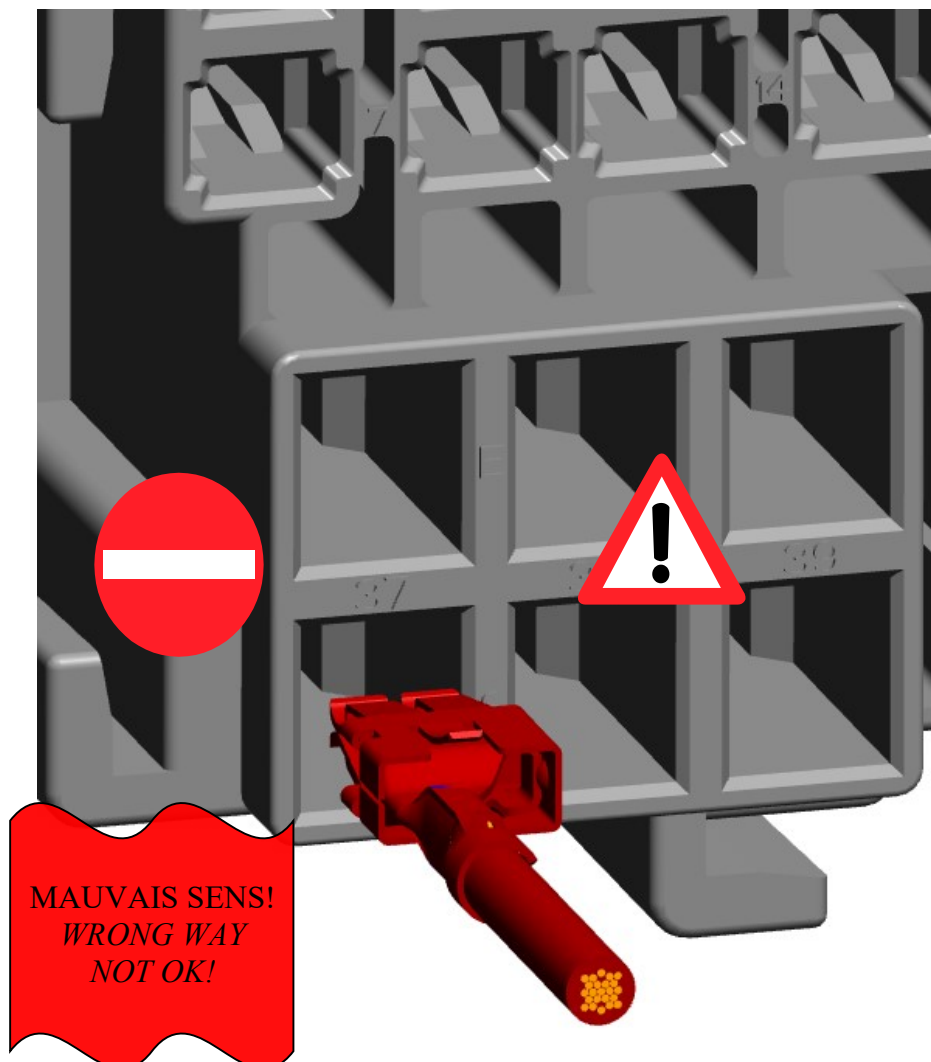
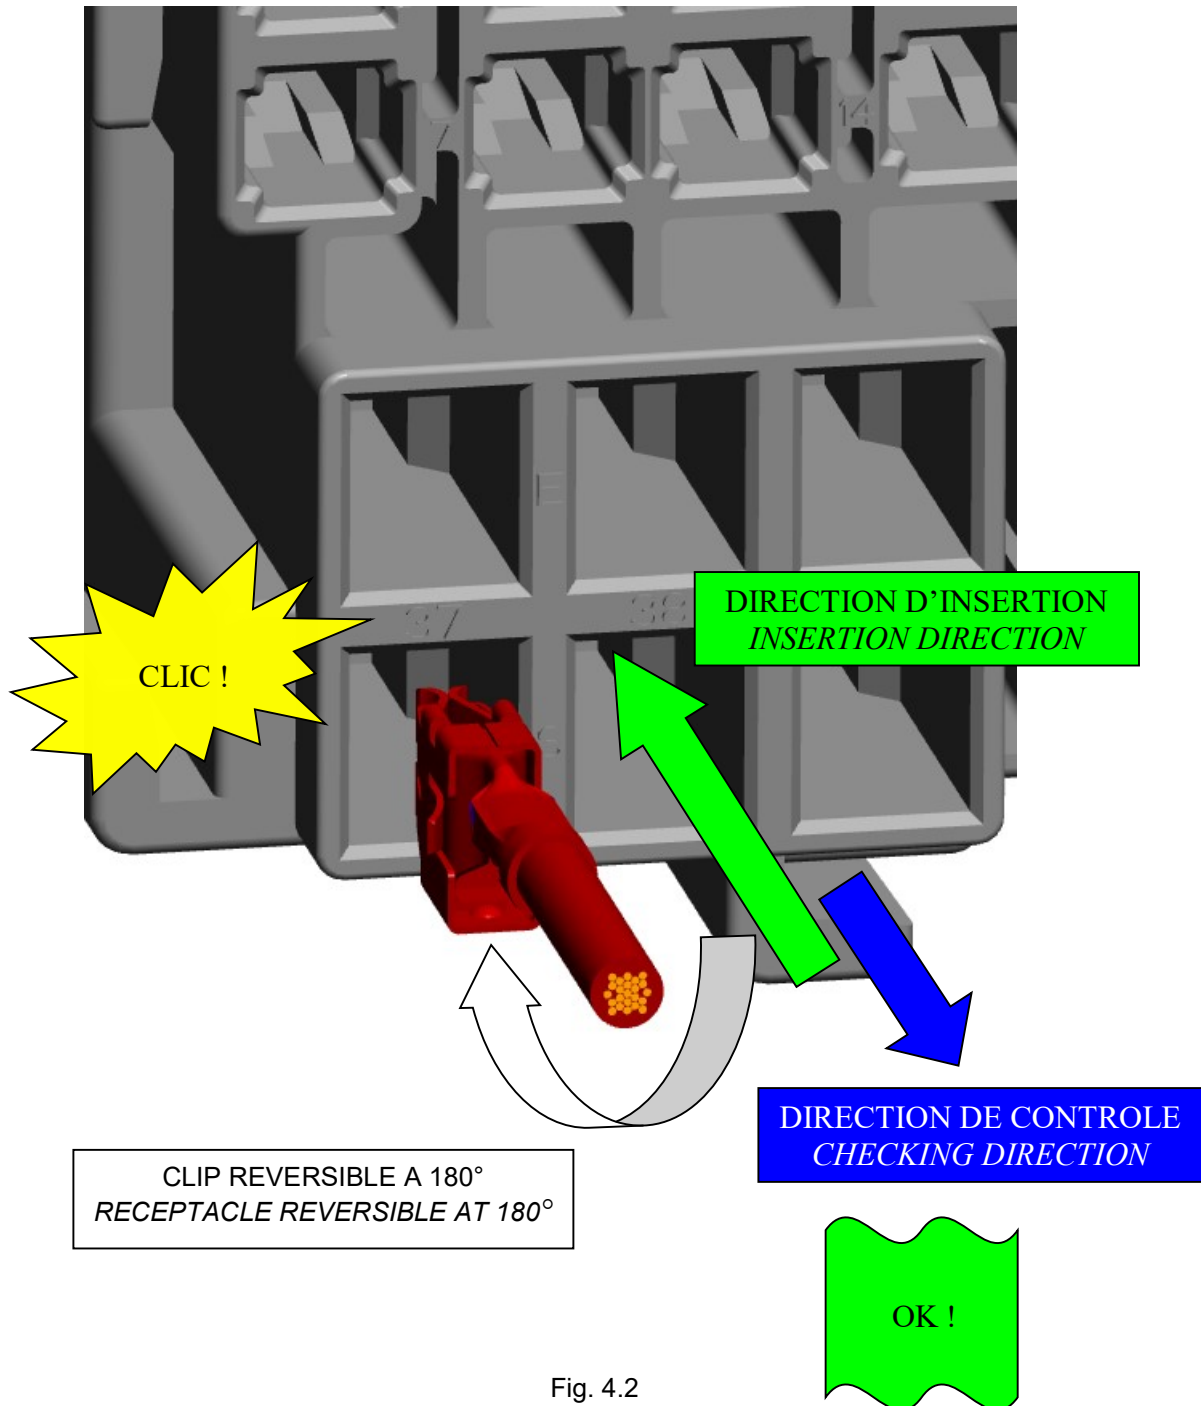

Fig. 4.1
Fig. 4.2
Le clip SPT est détrompé il faut donc l'orienter correctement avant de l'insérer dans le boîtier (Voir Fig. 4.1 à fig. 4.2).
*SPT receptacle is foolproof. It must be inserted with good orientation regarding the housing (See Fig. 4.1 to fig. 4.2).*